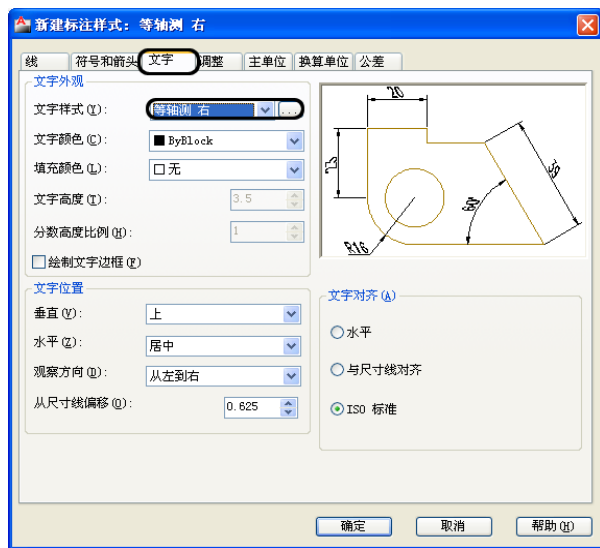

图 14.113 设置标注样式
(6) 执行【格式】/【标注样式】命令，新建标注样式【等轴测 右】，设置文字选项卡中文字样式为【等轴测 右】，如图 14.113 所示。